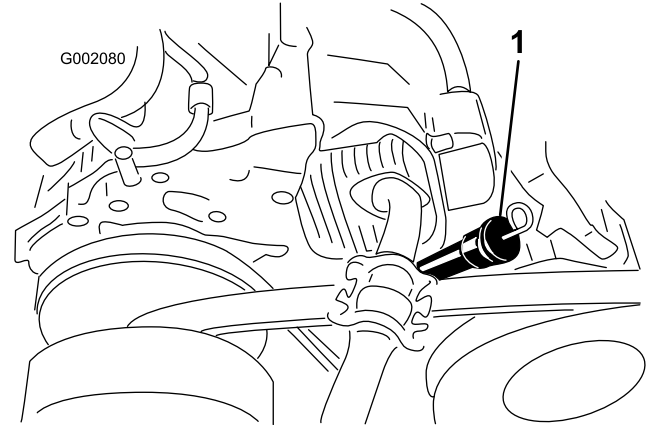
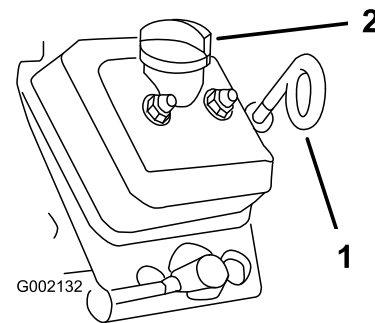

Figura 10
Figura 11
2. Limpie alrededor de la varilla de nivel de aceite (Figura 10 en el caso del modelo 07266/TC y Figura 11 en el caso del modelo 07273/TC) para que no caiga suciedad por el orificio de llenado y cause daños en el motor.